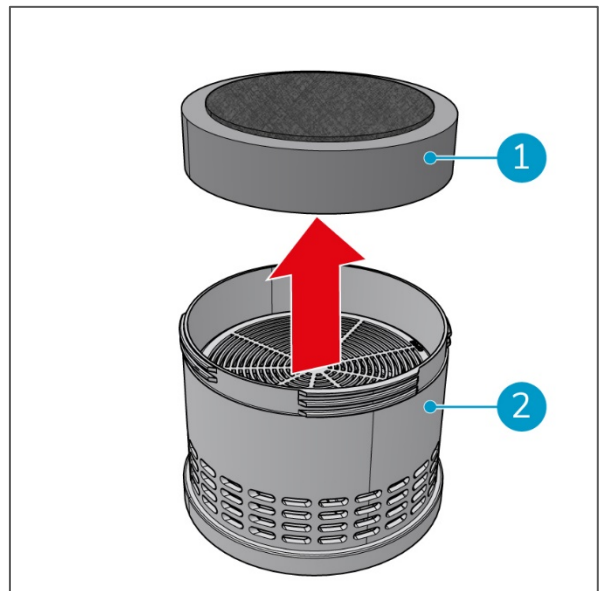
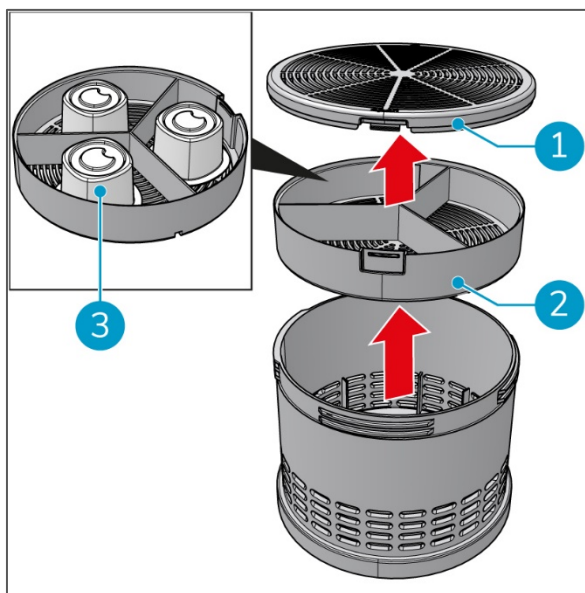

Figura 25
Figura 27
4. Remova o antigo filtro do motor (Figura 25, posição 1) da caixa do filtro.
5. Coloque o novo filtro do motor (Figura 25, posição 1) na caixa do filtro (Figura 25, posição 2).
5. Remova o cartucho de fragrância (Figura 27, posição 2) da caixa do filtro.
6. Remova a tampa do cartucho de fragrância (Figura 27, posição 1).
7. Coloque 1, 2 ou 3 cápsulas de fragrância (Figura 27, posição 3) no cartucho de fragrância.
8. Substitua a tampa (Figura 27, posição 1) no cartucho de fragrância (Figura 27, posição 2).
9. Substitua o cartucho de fragrância (Figura 27, posição 2) na caixa do filtro (Figura 25, posição 2).
10. Substitua o filtro do motor (Figura 25, posição 1) na caixa do filtro (Figura 25, posição 2).